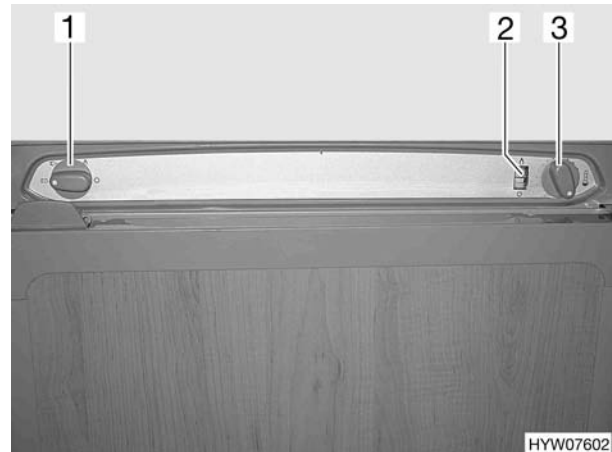

Fig. 162 Elementi di comando del frigorifero
- Posizionare il selettore di energia (Fig. 162,2) su gas
- Spostare il pomello girevole (Fig. 162,3) fino allo stadio più alto, premerlo e mantenerlo premuto. L'alimentazione di gas è ora aperta. L'accensione avviene automaticamente. È udibile un ticchettio fino a quando procedura di accensione non è stata portata a termine.
- Mantenere premuto il pomello girevole finché l'indicatore di fiamma (Fig. 162,2) non diventa verde e poi rilasciarlo. Quando la fiamma si spegne, l'apparecchio di accensione ripete automaticamente il procedimento di accensione.
- Impostare la temperatura di refrigerazione con il pomello girevole (Fig. 162,3).
- Posizionare il selettore di energia (Fig. 162,1) su "O". Il frigorifero è spento.
- Posizionare il selettore di energia (Fig. 162,1) sull'alimentazione a 230 V .
- Posizionare il selettore di energia (Fig. 162,1) sull'alimentazione a 12 V .